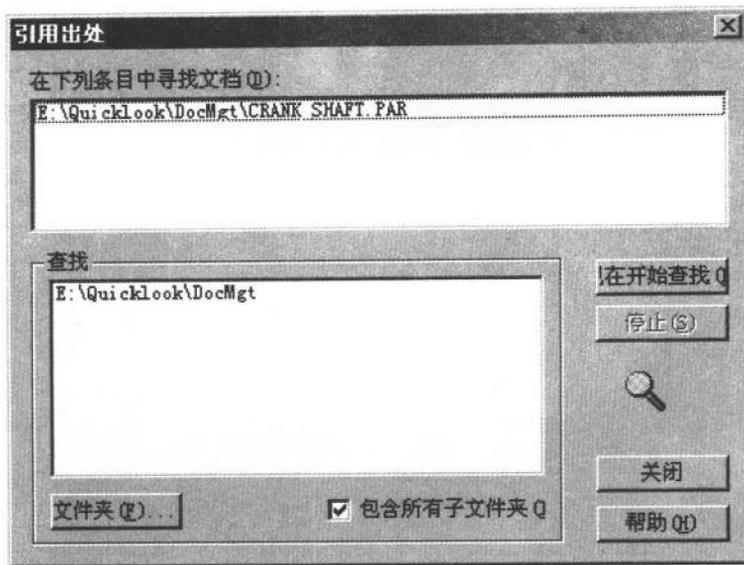

图 1.8
- 选中曲轴零件 CRANK_SHAFT.PAR 所在行，使该行呈高亮显示，再点击 “Where use”（引用出处）图标按钮 ，出现如图 1.8 所示对话框；